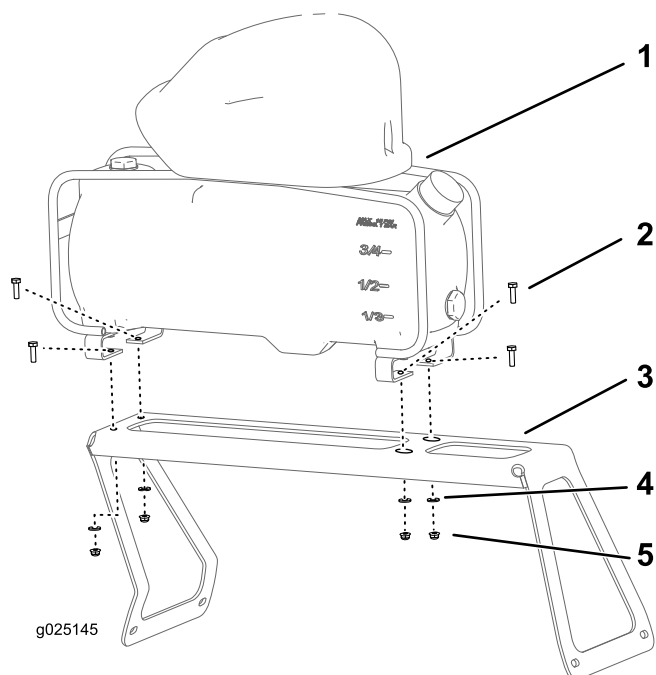

Figura 3
1. Allineate il serbatoio del tracciafile schiumogeno e il compressore alla staffa di montaggio, come illustrato nella Figura 3.
2. Fissate il serbatoio e il compressore alla staffa (Figura 3) con 4 bulloni (1/4 x 7/8 poll.), 4 rondelle (1/4 poll.) e 4 dadi di bloccaggio flangiati (1/4 poll.).